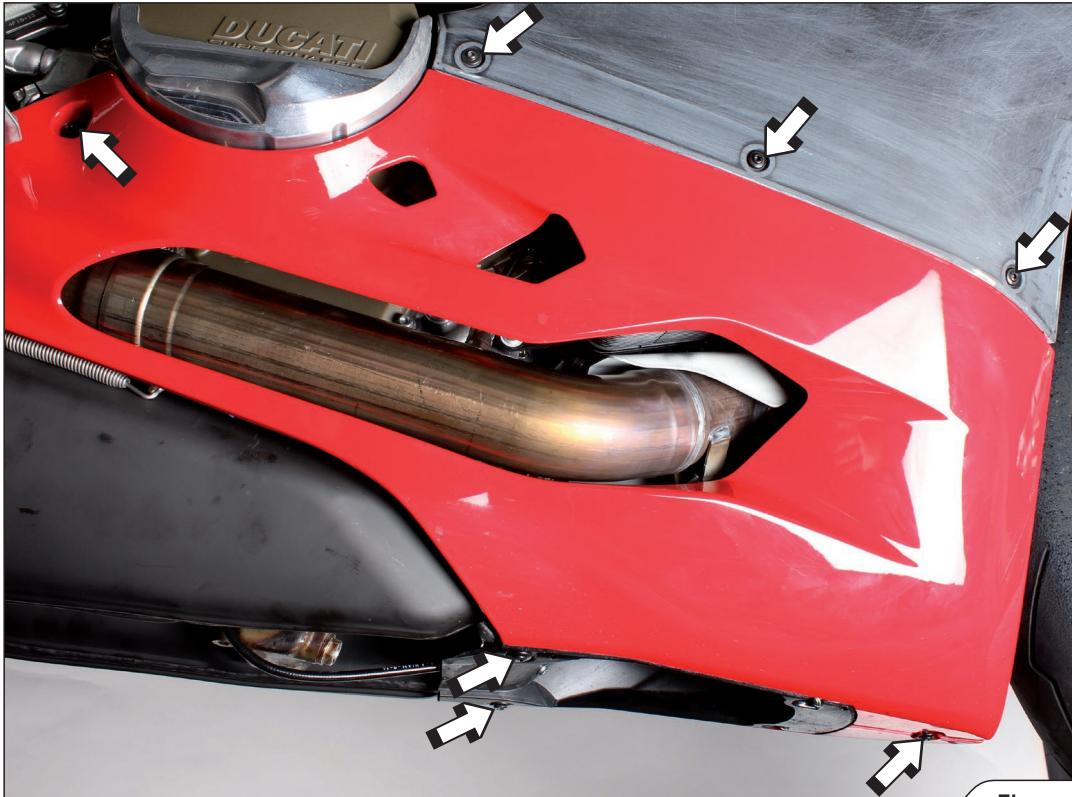

Figure 1
2. Svitare i bulloni indicati su entrambi i lati e rimuovere la parte inferiore della cover dalla motocicletta (Figure 1, 2).
2. Unscrew the marked bolts on both sides and remove the lower part of the cowling off the motorcycle (Figure 1, 2).